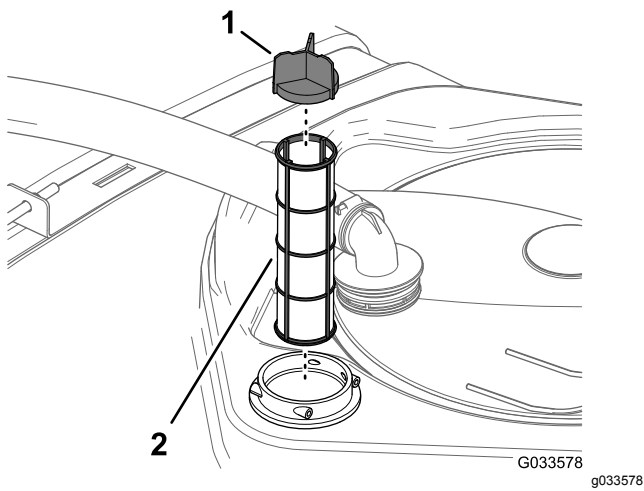

Bild 96
4. Entfernen Sie den alten Saugfilter aus dem Filtergehäuse im Behälter (Bild 96).